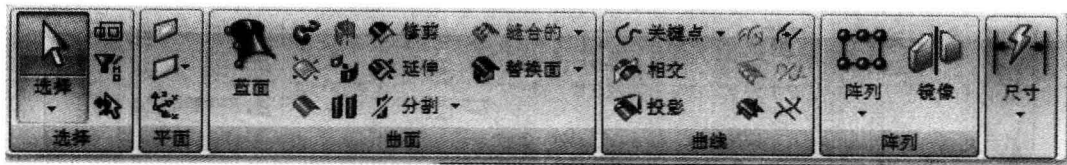

图 1-26 “曲面处理”菜单
(3) “曲面处理”菜单。“曲面处理”菜单如图 1-26 所示, 包括选择、平面、曲面、曲线、阵列和尺寸等命令。